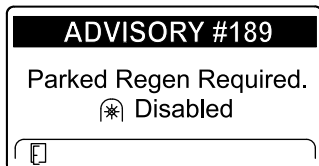

Figura 52
- Se non eseguite una rigenerazione parcheggiata entro 2 ore, l'InfoCenter visualizza il messaggio di richiesta della rigenerazione parcheggiata e di disabilitazione della presa di forza ADVISORY #189 (Figura 52).